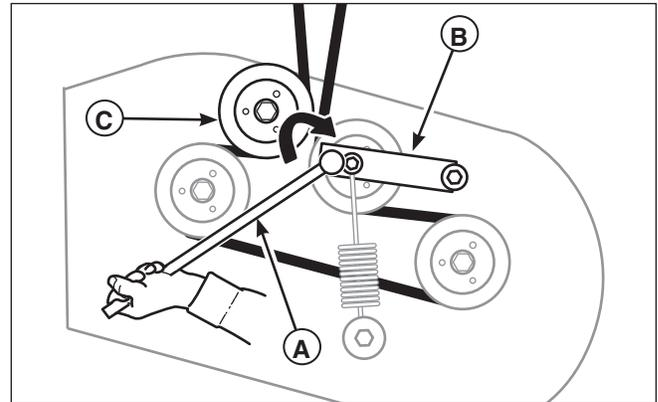
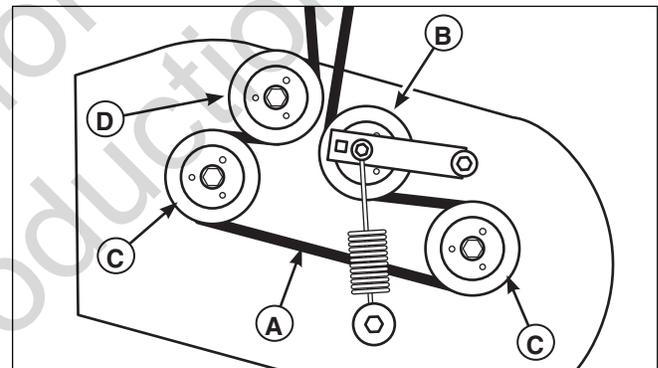
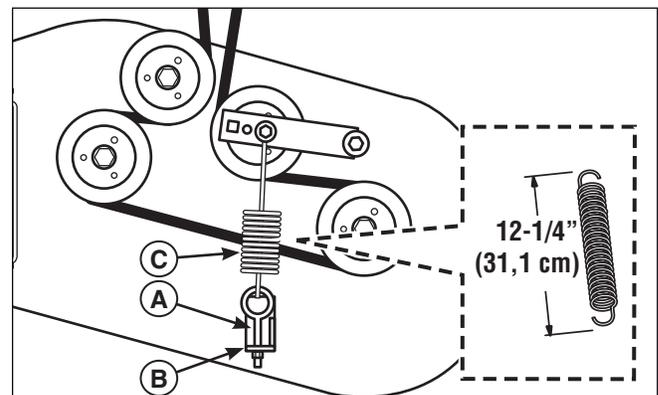

Figura 30. Retire la correa del cortacésped
Figura 31. Guía de la correa de la plataforma del cortacésped
Figura 32. Medida del resorte de tensión de la correa del cortacésped
3. Con una barra rompedora de 1/2" (A, Figura 30), coloque el extremo cuadrado en el orificio cuadrado que se encuentra en el extremo del brazo secundario libre (B). Gire cuidadosamente la barra rompedora **en el sentido de las agujas del reloj**, lo que liberará la tensión en la correa ejercida desde el brazo secundario libre.
4. Deslice la correa de transmisión sobre el borde de la polea loca fija (C). Libere cuidadosamente la tensión en la barra rompedora.
5. Retire la correa antigua y reemplácela por una nueva. Compruebe que el lado en V de la correa se desplace por las ranuras de la polea (Figura 31).
6. Instale la correa de transmisión del cortacésped en la polea de PTO, las poleas del eje y todas las poleas locas, a excepción de la polea fija (C). Gire cuidadosamente la barra rompedora en el sentido al de las agujas del reloj e instale la correa en la polea loca fija. Libere cuidadosamente la tensión en la barra rompedora.
8. Mida el resorte de tensión de la correa del cortacésped (C, Figura 32). La medida debe ser igual a 12-1/4" (31.1 cm). Si la medida no es igual a 12-1/4" (31.1 cm), ajuste el perno de anilla de anclaje (A) girando la tuerca de ajuste (B) hasta que se logre una medida de 12-1/4" (31.1 cm).